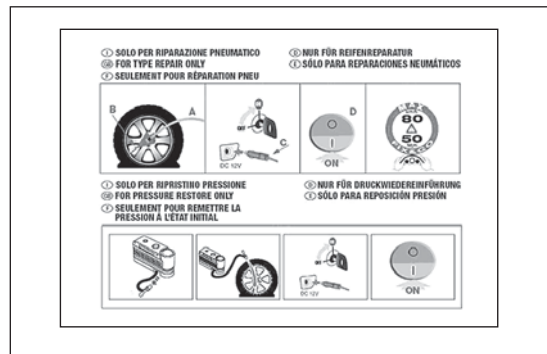

fig. 109
- ❑ pieghevole informativo (vedere fig. 109), utilizzato per un pronto uso corretto del kit di riparazione rapida dei pneumatici e successivamente consegnato al personale che dovrà maneggiare il pneumatico trattato;